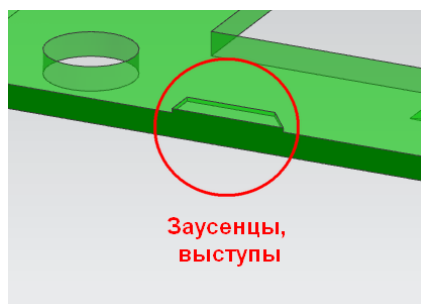

Рис. 1.68. Заусенцы и выступы на поверхности листового тела
- заусенцы и выступы на детали (рис. 1.68);